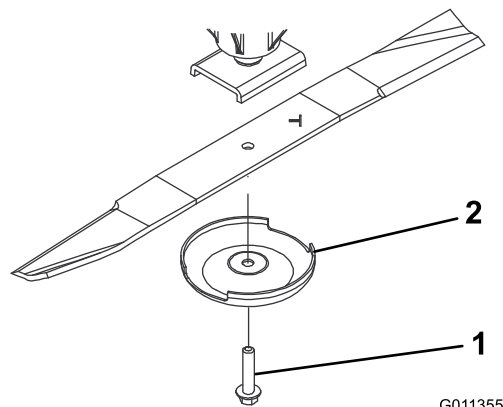

Рисунок 65
- Возьмитесь за конец ножа рукой в перчатке на толстой подкладке или через слой ветоши. Снимите болт ножа, защитный колпак и нож со шпинделя (Рисунок 65).
- Установите нож полотном в направлении режущей деки вместе с крышкой предотвращения повреждения почвы и болтом ножа (Рисунок 65). Затяните болт ножа с моментом от 115 до 149 Н·м.
При износе ножа между полотном и плоской частью ножа образуется бороздка (Рисунок 65). Часть ножа может случайно отломиться и вылететь из-под корпуса, возможно, нанеся тяжелую травму оператору или находящимся рядом людям.